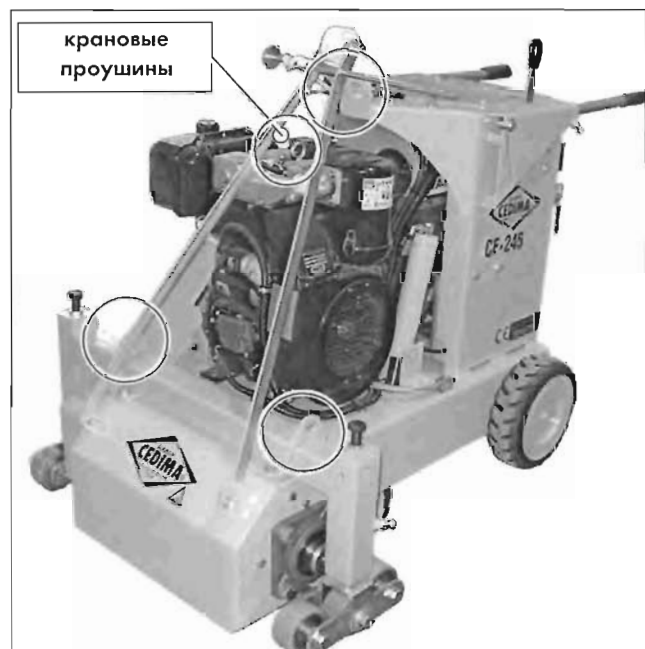

Рис. 7.1 CF•245 D, крановые проушины для транспортировки краном
- Для транспортировки краном (Рис. 7.1) используйте две крановые проушины одна - спереди на скобе кожуха фрезерного вала и вторая на корпусе CF•245 D (пульте управления, спереди). При использовании этих проушин фрезерная машина равномерно весит, как на весах.
**(Рис. 7.1) служит исключительно для снятия/установки двигателя!**